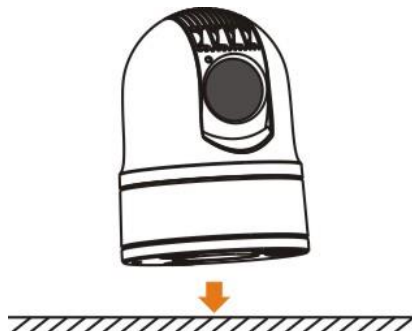

Рис. 11- Монтаж камеры
1. Извлеките из упаковки камеру и прочно закрепите ее на гладкой намагничиваемой металлической поверхности (см. рис. 11).